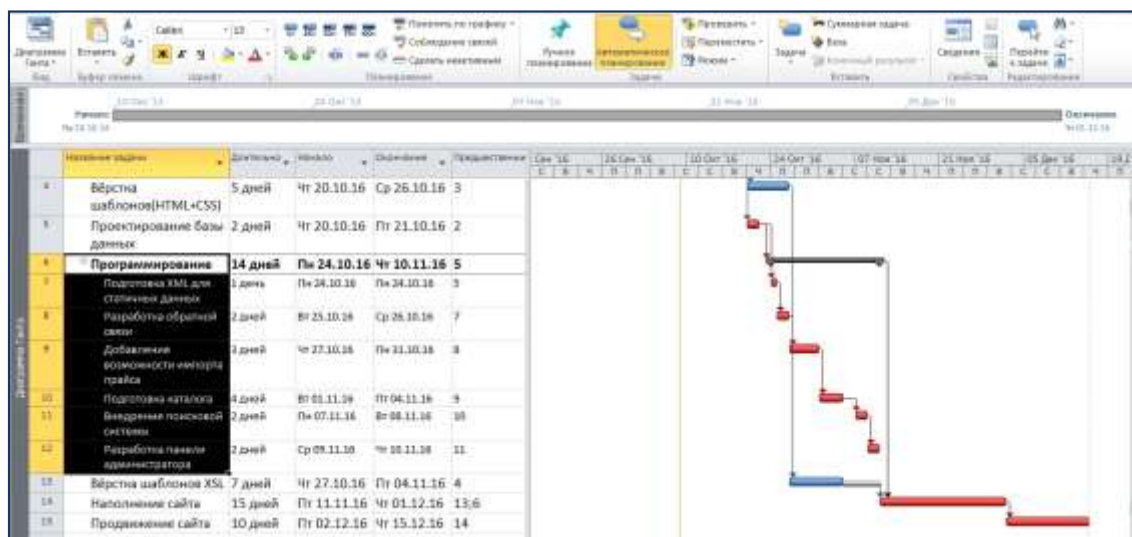

Рисунок 3.9 - Детализация задачи «Программирование»
- внести наименования детализирующих работ, их длительность и задать автоматический режим планирования (Рисунок 3.9);